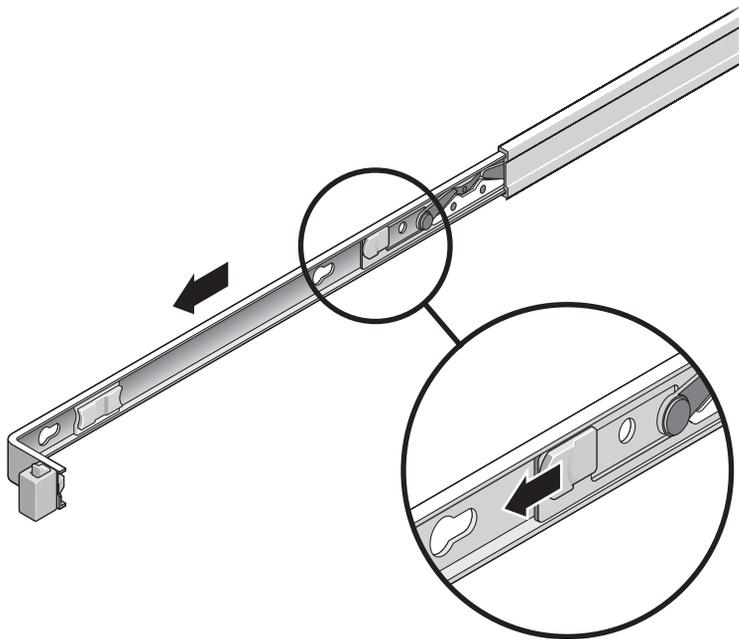

FIGURE 2-2 Emplacement du bouton de dégagement du support de montage
- c. Faites glisser le bouton de dégagement du support de montage dans le sens indiqué à la FIGURE 2-2, puis faites glisser le support de montage hors du rail coulissant.